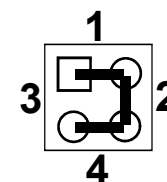

Рис.4
- установить джампер в положение 1 (см. рис. 4);